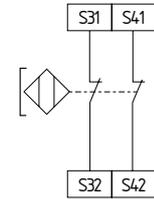

Abb. 6
- Abb. 6: Endlagenschalter rechts, partiell wirkend auf Abschaltenebene 2 (Sicherheitsfreigaben 33-34, 43-44)